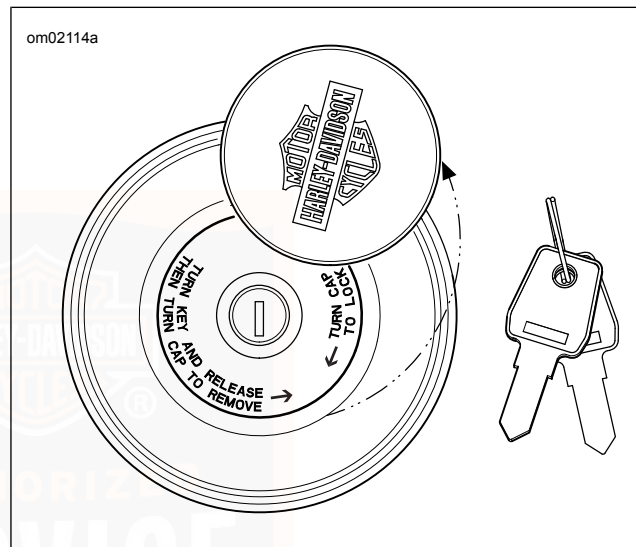

Figure 9. Verrouillage du bouchon de remplissage de carburant
1. Voir Figure 9. Tourner le couvercle de verrou pour accéder au verrou à clé.